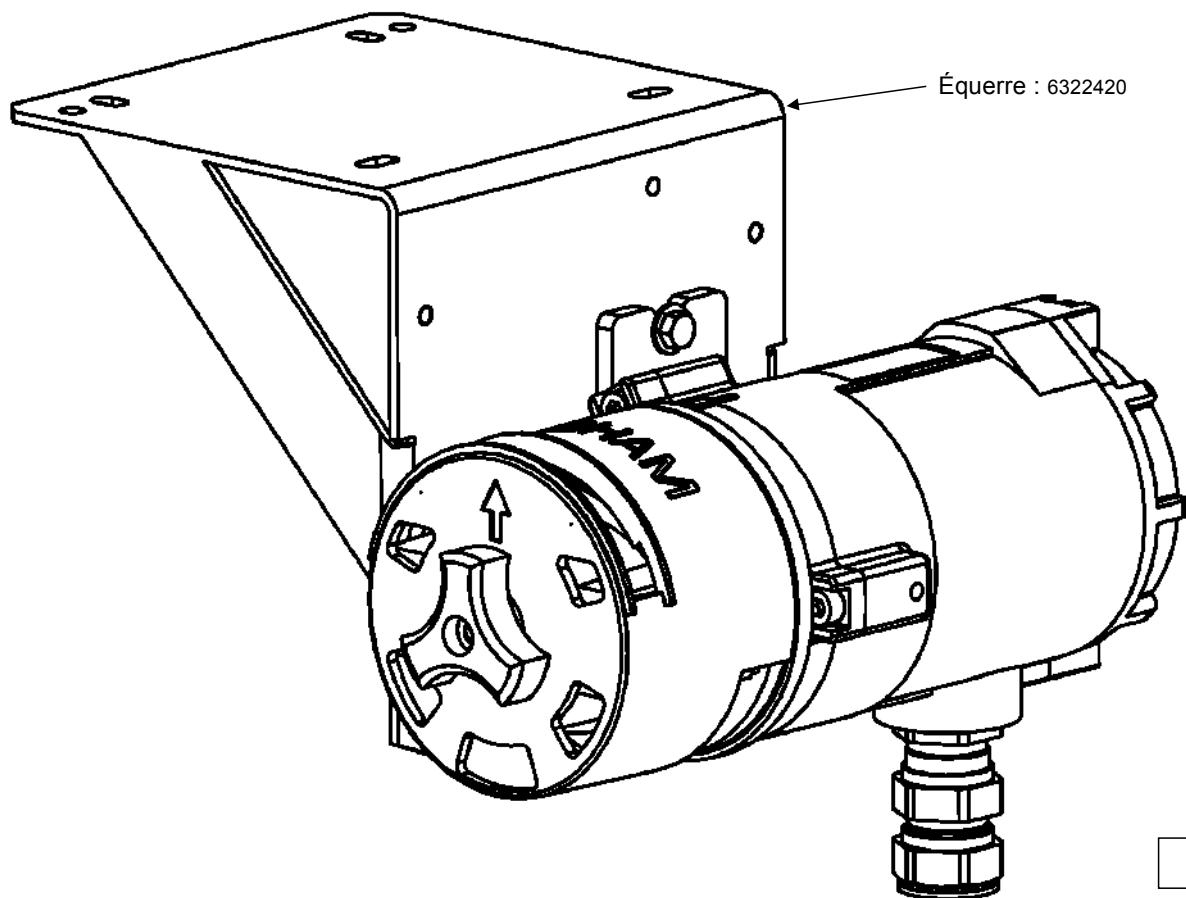

Figure 5
- Le capteur OLCT IR est prévu pour être fixé sur un support vertical. En cas de fixation sur un support horizontal, il faut utiliser une équerre d'adaptation réf. 6322420 (voir figure 5).